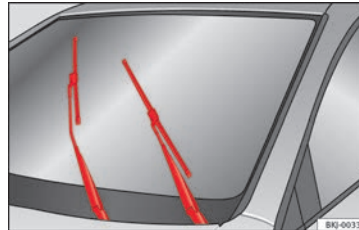

Abb. 88 Scheibenwischer in Servicestellung.
- Die Zündung ein- und wieder ausschalten und anschließend (vor Ablauf von ca. 9 Sekunden) den Scheibenwischerhebel nach unten drücken (Tippwischen). Die Scheibenwischerblätter stellen sich in die Servicestellung » Abb. 88.